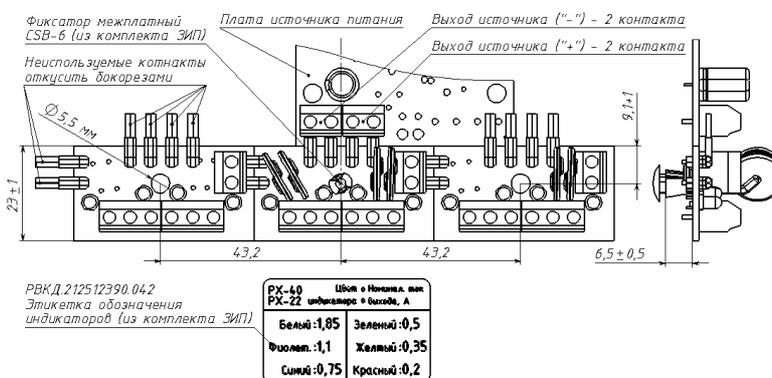

Рисунок 4. Установочные размеры расширителя, монтаж, детали из ЗИП.
5.3 Перед монтажом просверлить в корпусе источника монтажные отверстия  $\varnothing 5,5$  мм для механического крепления расширителя с помощью фиксатора межплатного CSB-6 из комплекта ЗИП согласно рис. 4. Центр первого крепежного отв. должен совпадать с центром выходного разъема источника и находится на расстоянии  $9,1 \pm 1$  мм от края его печатной платы. Последующие отверстия удалены от первого влево и вправо на расстояние кратное  $43,2$  мм.
5.7 Наклеить внутрь корпуса источника самоклеющуюся этикетку обозначения индикаторов РВКД.212512390.042 из комплекта ЗИП (см. рис. 4).